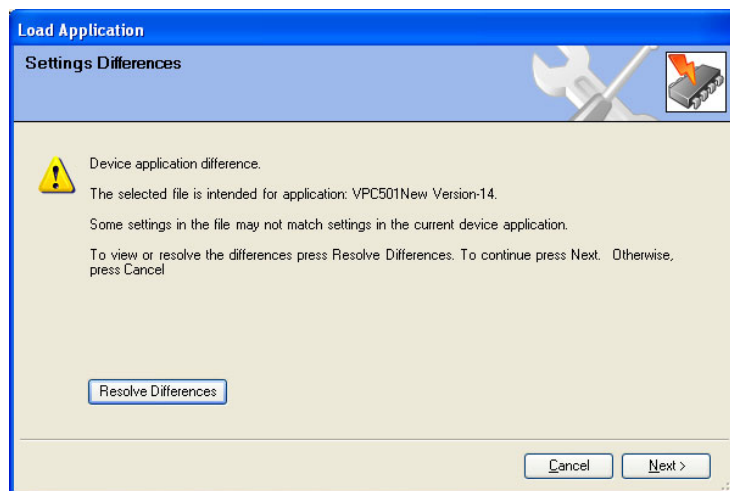

図 5-7. 設定定義画面
11. アプリケーションローディング後に図 5-7の画面が出てきたら、コンバージョンが成功しなかったことを示します。続けるために“NEXT”ボタンを**押さない**でください。“CANCEL”ボタンでアップグレードプロセスを終了し、直ちにWoodwardに連絡してください。WoodwardはHelpメニューの下にある診断ログ及びアプリケーションローディング前に保存した設定ファイルを送っていただくようお願いすることがあります。